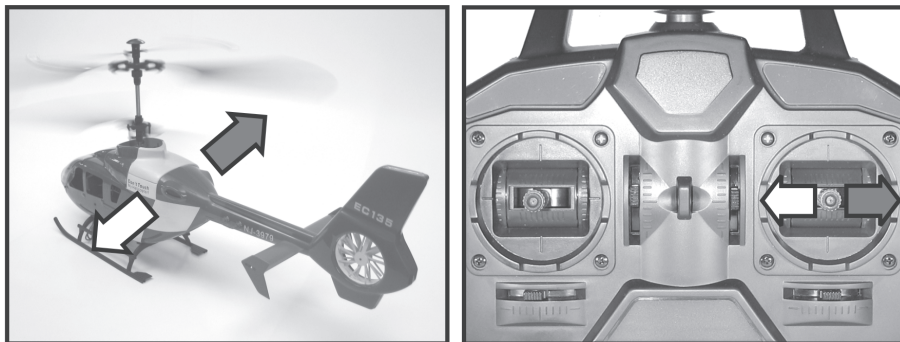

Figure 11
La fonction Roulis permet de déplacer latéralement le modèle réduit d'hélicoptère vers la droite et la gauche (voir fig. 11). La commande s'effectue à l'aide du levier de commande de droite (voir également fig. 1, pos. 3).